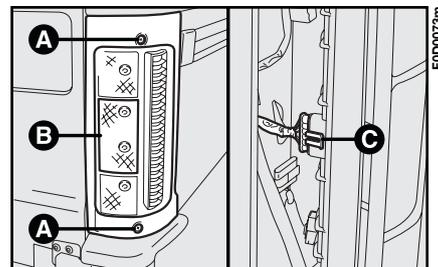

fig. 20
- 1) à l'aide d'un tournevis, dévisser les deux vis **A-fig. 20**